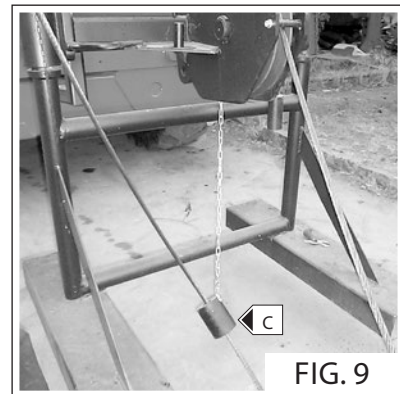

FIG. 9
- Inserire la fune nel peso di fine corsa salita fune (Fig. 9 - Rif. C).
- Insert the rope in the rope lift stop weight (Fig. 9 - Ref. C).
- Sæt wiren i vægten på endestoppet for ophejsning (Fig. 9 - ref. C).